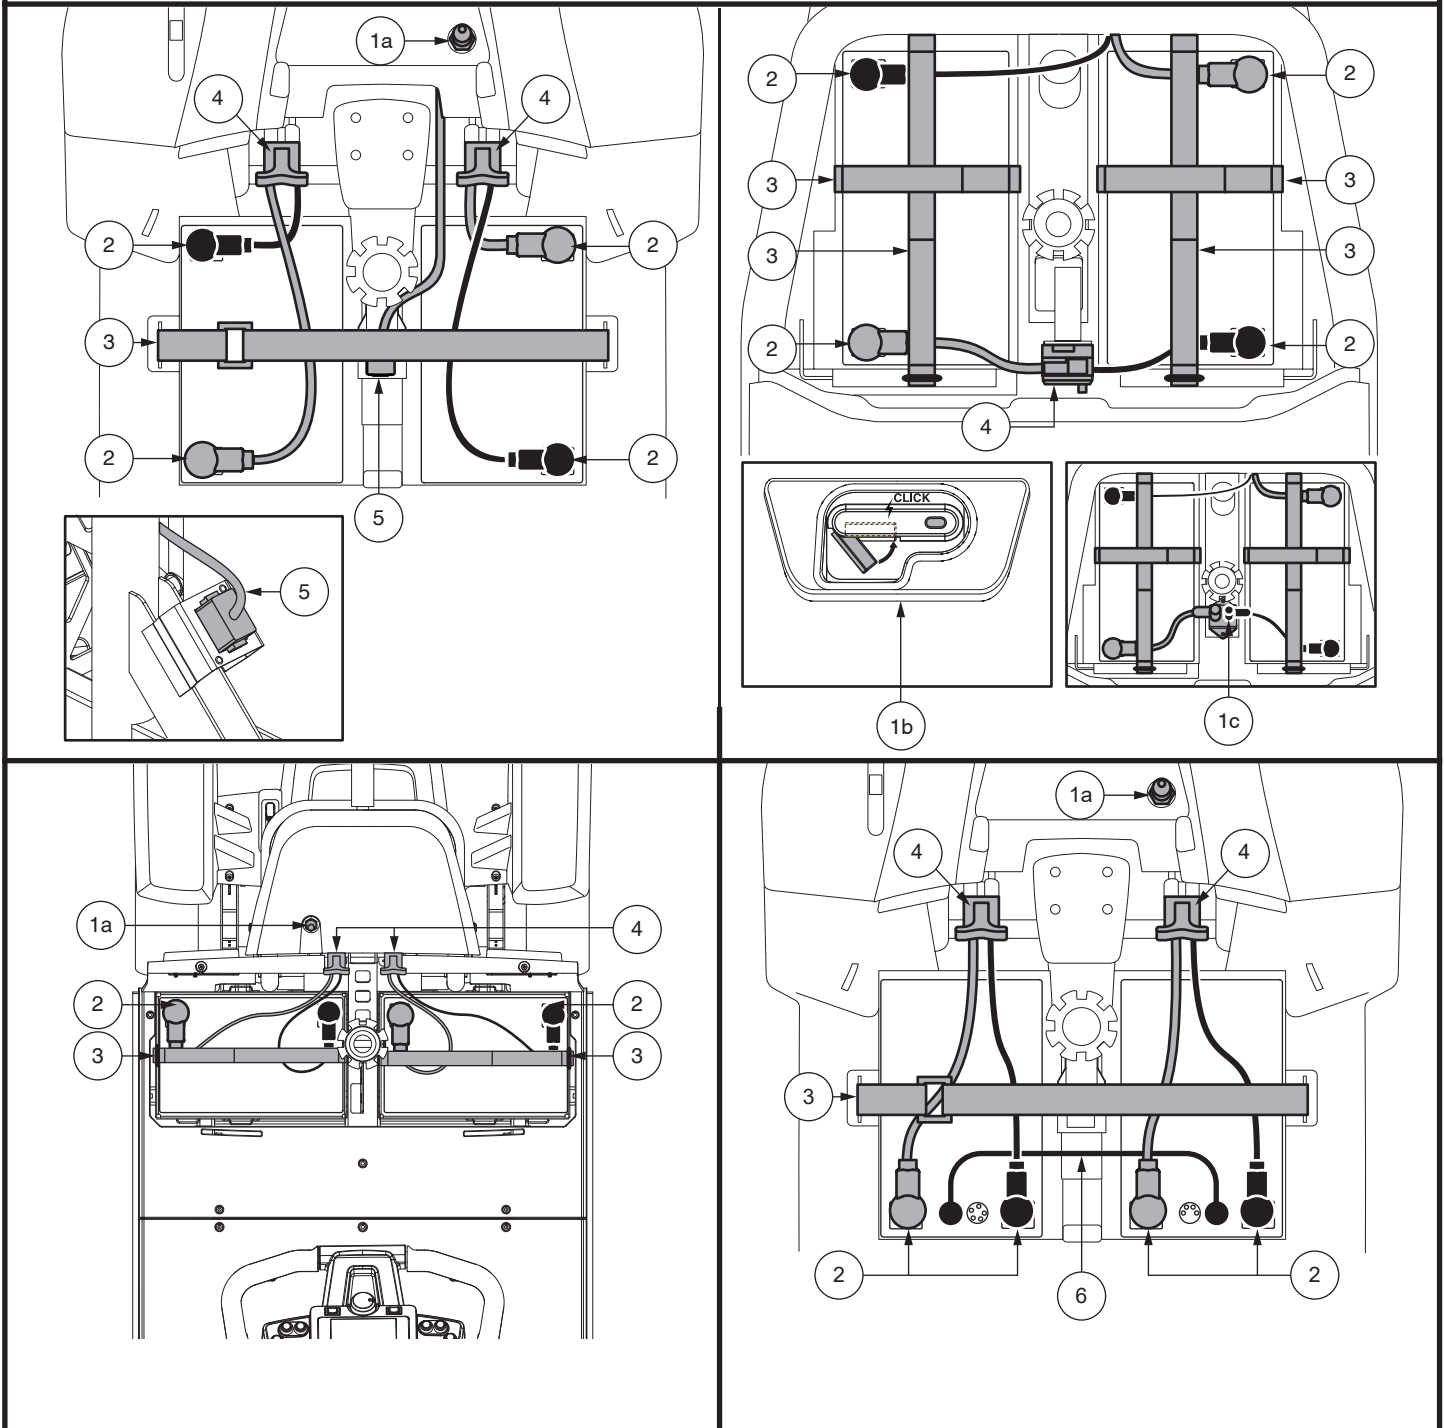

Figura 17. Remoción de la batería / Instalación de Terminales y Conexiones
6. Coloque una nueva batería en cada espacio destinado a las baterías. Las terminales de la batería deben mirar en sentido contrario al asiento, con las terminales positivas (+) y negativas (-) posicionadas tal como se indica en la figura 17.
**NOTA:** Los modelos 614 y 714 usan cinchas para batería para fijar las baterías a los espacios destinados a las baterías. Por favor, vea la figura 17 para conocer los procedimientos de instalación de cinchas de batería.